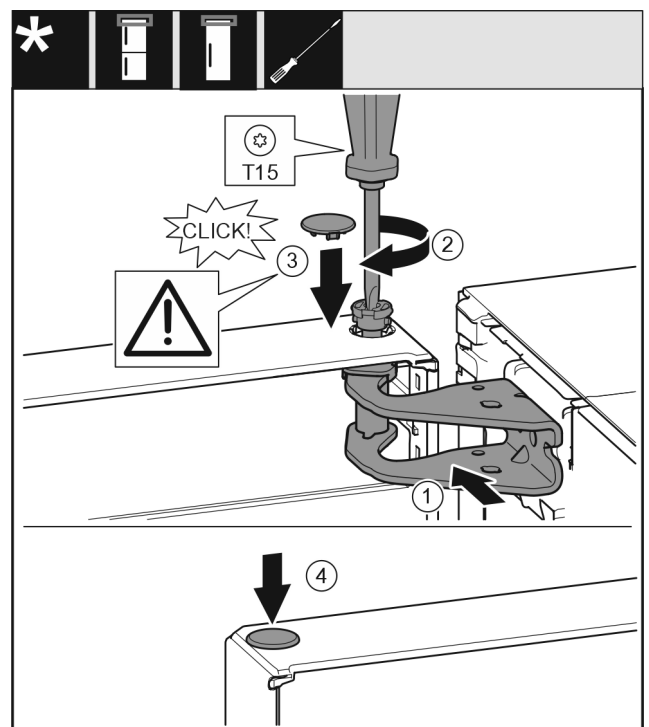

Fig. 23
- Niveloni derën lart në bazamentin mbështetës për hapjen e saj. Fig. 23 (1)
- Futni bulonin Fig. 23 (2) dhe mbërthejeni me një kaçavidë.
- Montoni kapakun mbulues të siguresës Fig. 23 (3) për sigurimin e derës: Vendosni kapakun mbulues të siguresës dhe kontrolloni nëse ai puthitet te dera. Nëse jo, futeni bulonin plotësisht.
- Vendosni tapën Fig. 23 (4) në vend.